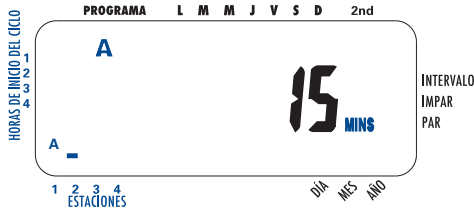

Figura 4: ingreso de la duración para el “Programa A”
- Gire la esfera rotativa a la posición **DURACIÓN DE LA ESTACIÓN** en el “programa A”. La pantalla mostrará una “A” y MINS. (MINUTOS). [Ver Figura 4]
- Presione y sostenga la tecla ▲ o ▼ para ingresar la duración de riego y presione la tecla **INGRESAR**. Debe verse una “A” sobre la estación que acaba de programar. [Ver Figura 4]